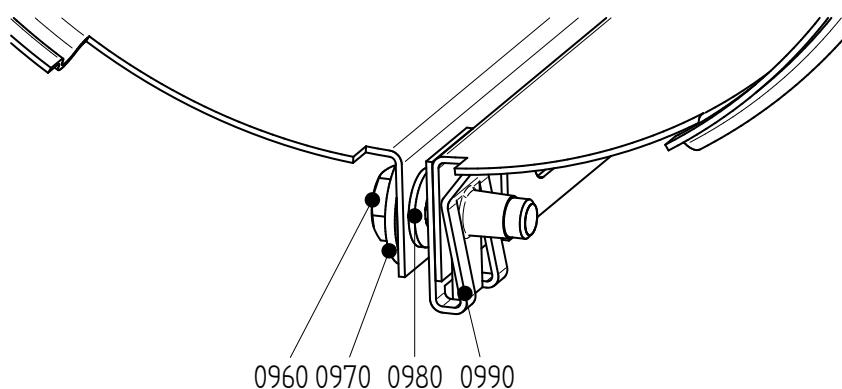

Рисунок 20: Установка кожуха
- 1 Ослабьте затяжку болтов (0960). См. рисунок 20.
- 3 Закройте кожух и установите болт (0960). См. рисунок 20.
- 5 Закройте кожух и установите болт (0960). См. рисунок 20.